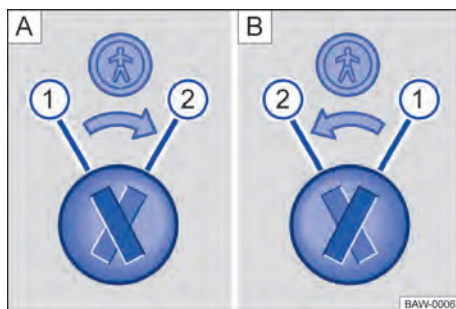

Fig. 36 Trava de segurança para crianças: A | porta traseira esquerda, B | porta traseira direita.
Legenda para → Fig. 36:
- Introduzir a haste da chave na ranhura da trava de segurança para crianças para ativar ou desativar → Fig. 36.